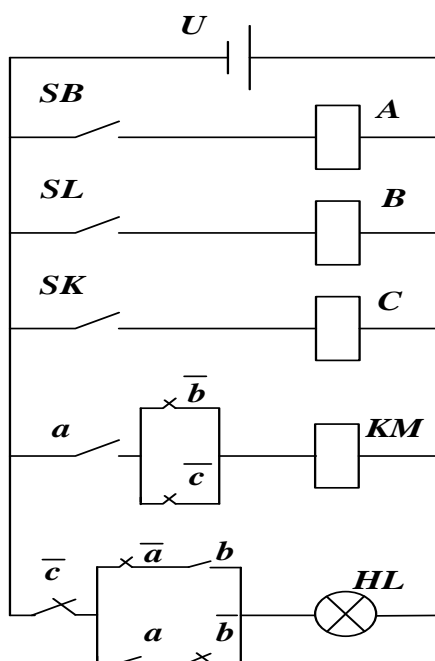

Рис. 1. Релейно-контактная схема
<p>материалов</p>	<p style="text-align: center;">Примерное задание практической работы</p> <p>1. Разобрать работу схемы электрического АПВ однократного действия для линии с масляным выключателем, выполните анализ и описание работы схемы</p>  <p style="text-align: center;">Рис. 1. Схема электрического АПВ однократного действия для линии с масляным выключателем</p>
4. Реализуйте на основе рассмотренной РКС (рис. 1.) систему логического управления для контроллера ПЛК-160 на языке FBD пакета Codesys v.2.3.